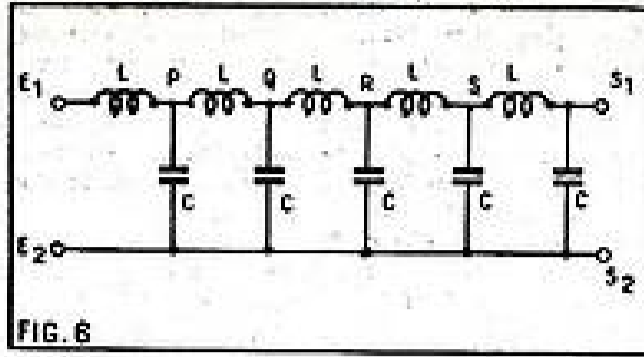

FIG. 6. — Schéma d'une ligne artificielle ou ligne à retard.
On peut représenter une ligne artificielle comme nous l'avons indiqué figure 6. C'est un ensemble d'inductances et de capacités régulièrement distribuées L et C. Cet ensemble a de très nombreuses applications dans la technique moderne (1).